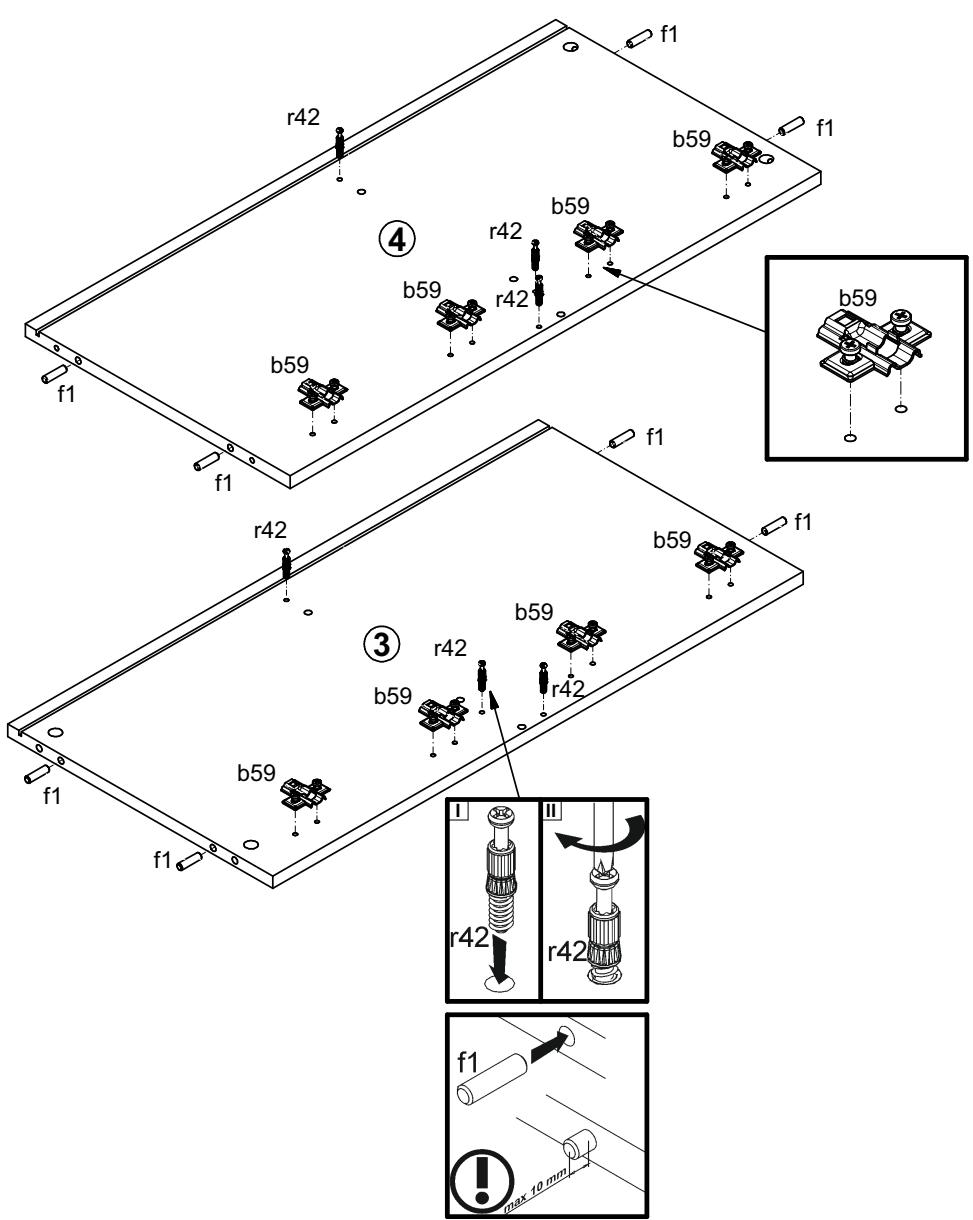

Рисунок 2
4.2 В отверстия Ø8 мм на верхних и нижних кромках стенок боковых 3 и 4, стенки средней 5 и в торцах планки декоративной рифленой 9 вбить деревянные шканты f1 (см. рис. 2,3).
4.6. В отверстия Ø4 мм на внутренней поверхности стенок боковых 3,4 прикрутить ответные планки петель b59 (см. рис. 2).